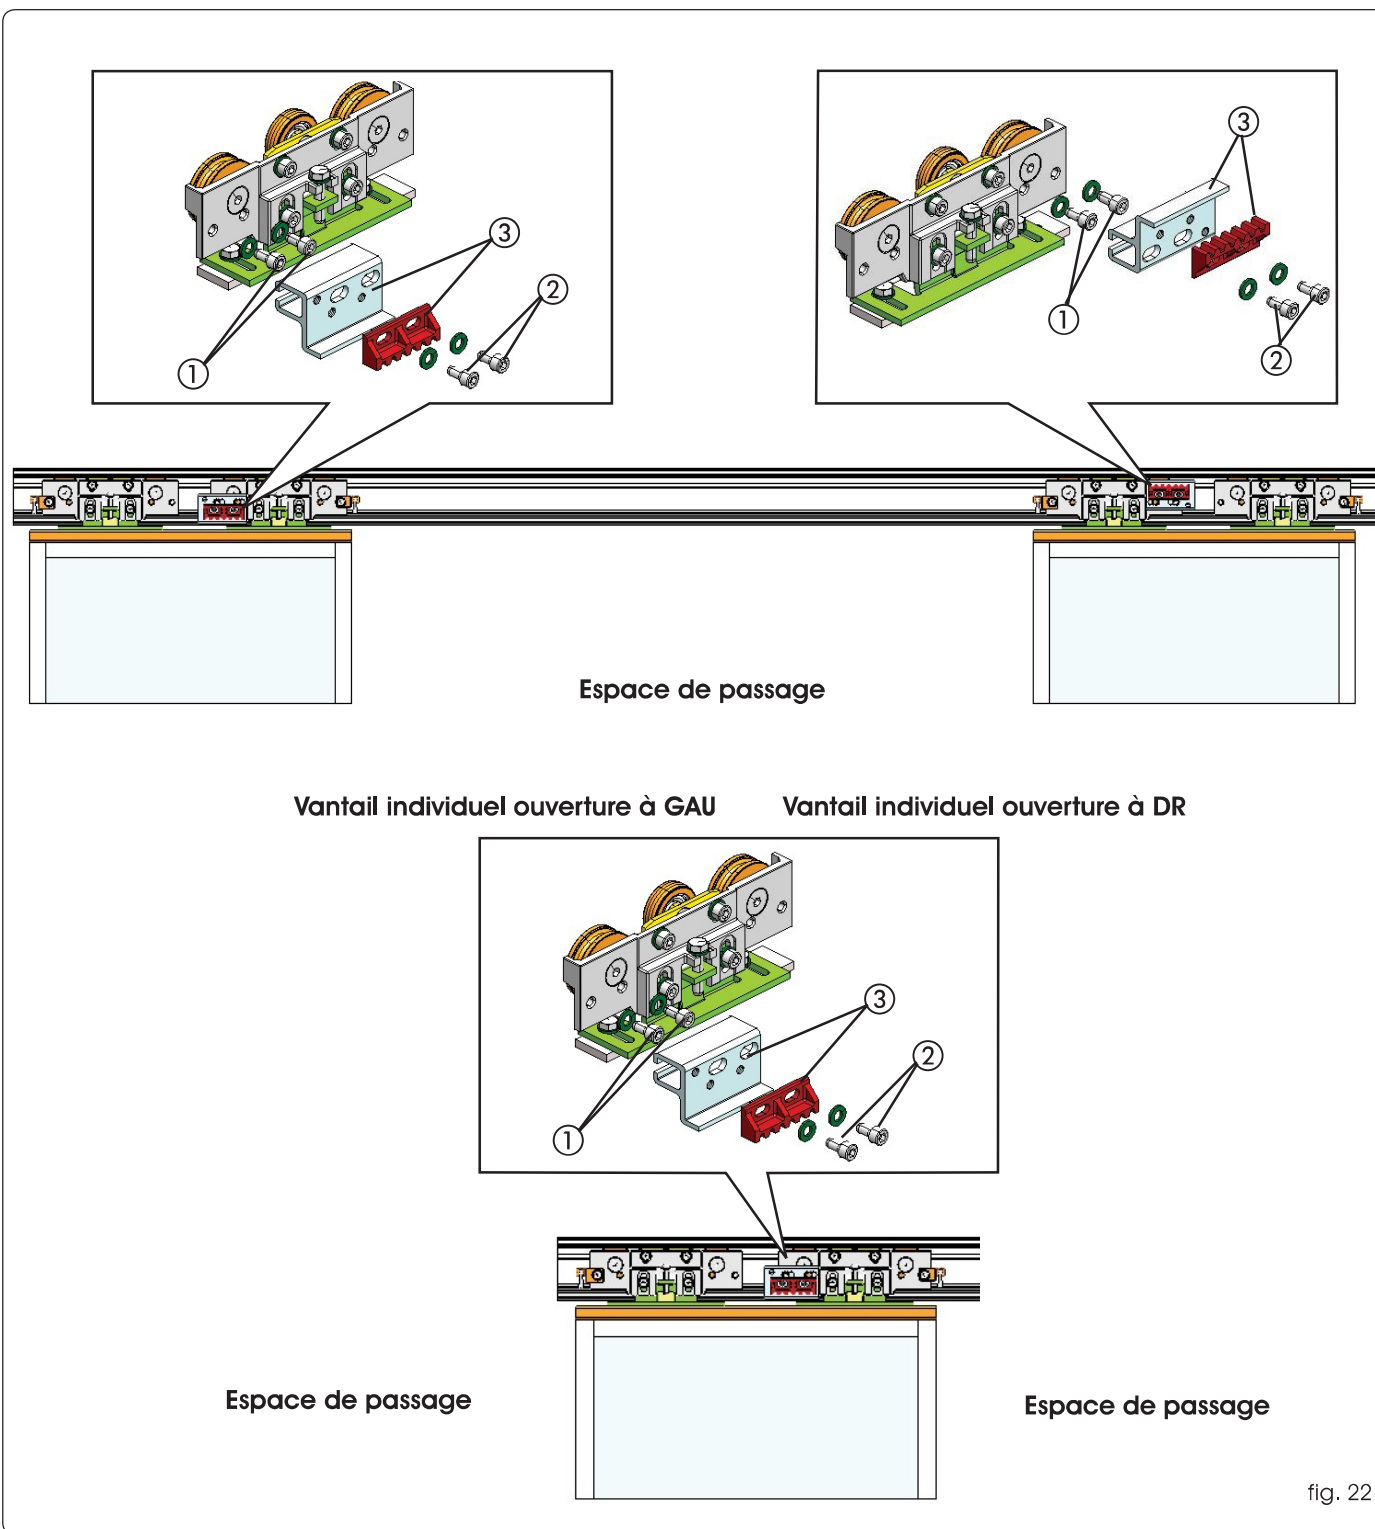

fig. 22
L'automatisme est fourni avec la courroie déjà fixée aux chariots avec les pattes d'attache de fixation (fig. 22 réf. ③). En général, il n'est pas nécessaire de modifier cette fixation, mais si un réglage fin est nécessaire, procéder comme suit:
- Agir sur les deux paires de vis (fig. 22 réf. ① et ②) de chaque chariot pour obtenir le réglage souhaité.
- Bloquer les vis (fig. 22 réf. ① et ②).